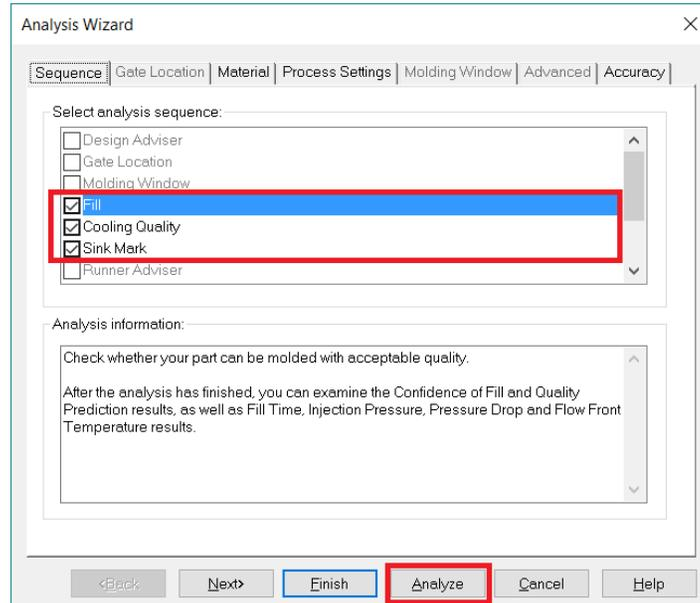

Figura 6.36 Selección de tipo de análisis.
- Seleccionar el tipo de análisis que se desee, en este caso **Fill**, **Cooling Quality** y **Sink Mark** (Figura 6.36).